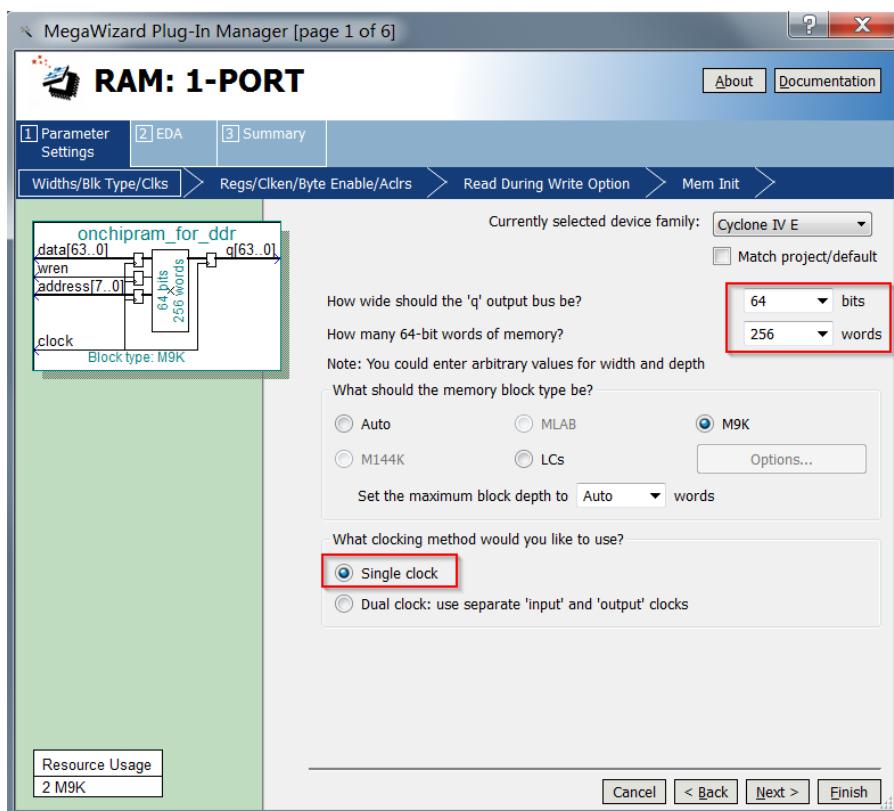

图 4 RAM 参数设置 1
④ 如图 4 所示，在第一个配置页面 “Parameter Settings → Widths/Blk Type/Cls” 中，我们需要做如下的设置。